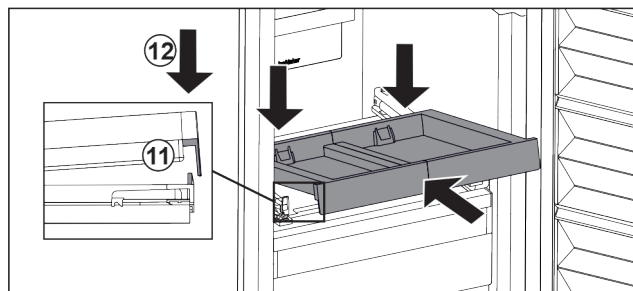

Fig. 108
- ▶ Вкарайте под ъгъл. Обърнете внимание на това, ограничителят и от двете страни да е зад езичето. Fig. 108 (11)
- ▶ Спуснете изтеглящата се дъска отпред. Fig. 108 (12)